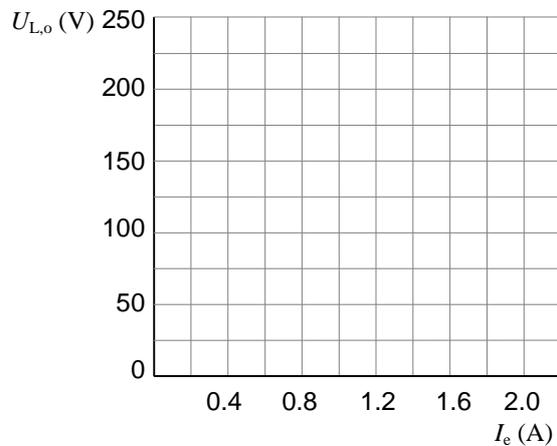

Fig. 6. Característica de vacío de la máquina síncrona
Representa los valores de la tabla anterior en la gráfica de la Fig. 6.
- Sin accionar todavía el pulsador de red del pupitre, varía la excitación de la máquina síncrona hasta que su tensión de vacío sea la nominal de la red (220 V). Ahora ya puedes conectar el pulsador de red. Ajusta la excitación de la máquina síncrona hasta que su tensión de vacío sea igual a la real de la red (que no será exactamente 220 V). Te darás cuenta cuando los dos volímetros (V y V_0) marquen igual. Teniendo en cuenta la Fig. 6, ¿qué intensidad de excitación se necesita en la máquina síncrona?